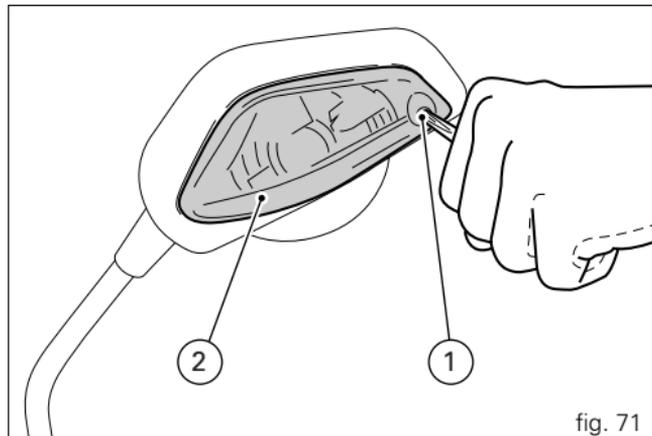

fig. 71
Para substituir a lâmpada, desaperte o parafuso (1) e remova a lente (2) do indicador do corpo do espelho retrovisor (fig. 71).